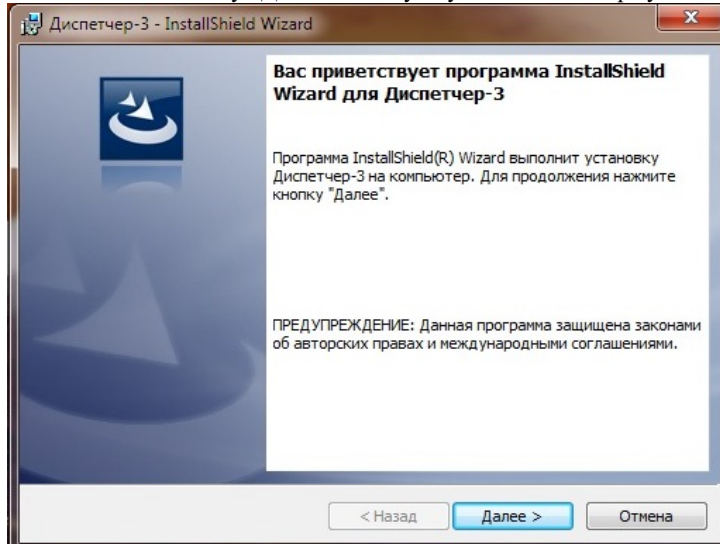

рис. 47
2.24 **Инсталляция ПО Диспетчер-III.** Запустить файл Setup_3.5.0.22xx.exe из папки Build 3_5_0. По умолчанию папкой для установки программы является C:\ПО Диспетчер-III. Нажимаем кнопку «Далее» и следуем указаниям мастера установки (рис. 47):